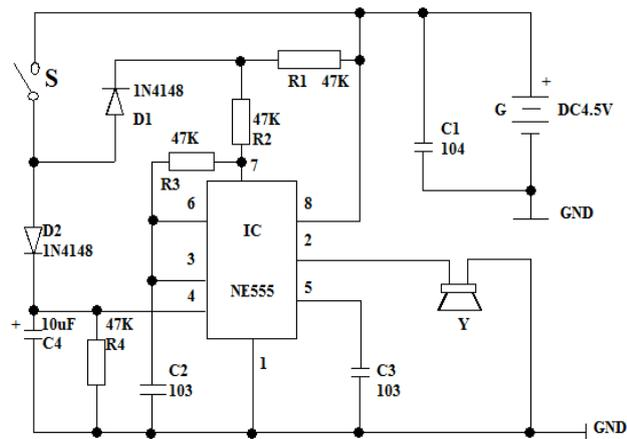

图 4-1 简易电子门铃电路
**三、简易电子门铃工作原理** 简易电子门铃电路如图 4-1 所示，当按下按钮 S，电源经 D2 对 C4 充电，当集成电路 4 脚（复位端）电压大于 1 伏时，电路振荡，扬声器发出高频“叮”声。松开按钮 S，C4 电容储存的电经 R4 电阻开始放电，但集成电路 4 脚继续维持高电平而保持振荡，但这时因 R1 电阻也接入振荡电路，振荡频率变低，使扬声器发出低频率“咚”声。当 C4 电容上的电能释放一定时间后，集成电路 4 脚电压低于 1 伏，此时电路将停止振荡，扬声器停止发声。再按一次按钮，电路将重复上述过程。C4，R4 放电时间的长短决定了断开 S 后余音的长短，所以要改变余音的长短可改变 C4，R4 的数值，一般语余音不宜过长。本电路采用三节 1.5 伏的电池供电。